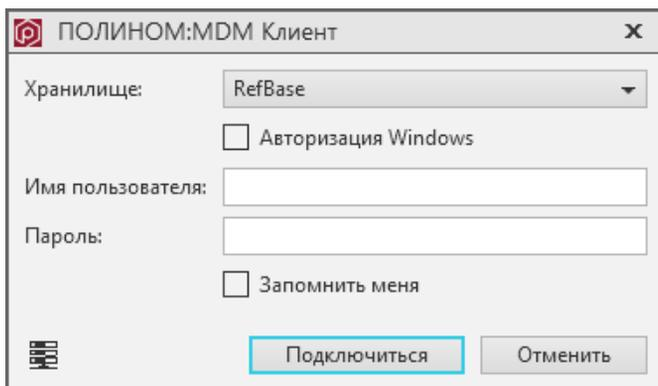

Рис. 4.68
2. В окне авторизации нажмите кнопку, расположенную в левом нижнем углу (рис. 4.68).